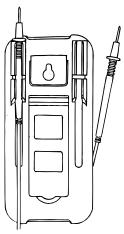

Рис. 6.1
- 1.Использовать для фиксации одного из измерительных щупов при измерениях, когда отсутствует подставка для мультиметра (рис. 6.1).